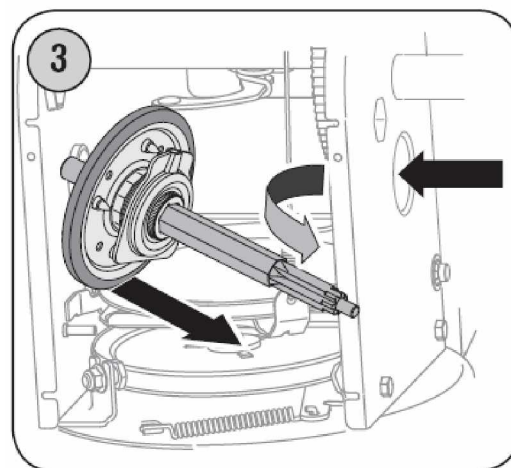

Рис. 33.
3. Аккуратно наклоните вал вниз и влево, затем медленно снимите фрикционный диск с вала. См. Рис. 33.